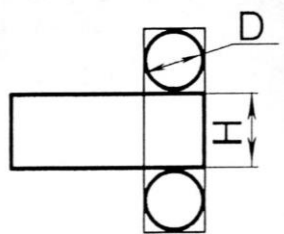

Рис. 5.11
5.17. Із трьох прямокутних шматків жерсті виготовляють закриту циліндричну банку місткістю V (рис.5.11). Якими мають бути її розміри D і H , щоб площа використаних шматків жерсті була мінімальною?